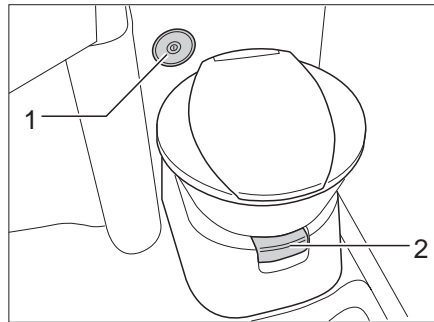
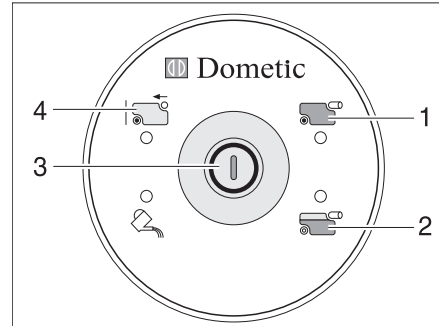

Bild 258 Toilettenschüssel mit Kontroll- und Bedieneinheit
Bild 259 Kontroll- und Bedieneinheit Toilette
Vor der Benutzung der Toilette etwas Wasser in die Toilettenschüssel laufen lassen. Dazu den Spülknopf (Bild 259,3) an der Kontroll- und Bedieneinheit (Bild 258,2) drücken.
- Vor dem Spülen den Schieber der Toilette öffnen. Dazu den Schieberhebel (Bild 258,1) herausziehen.
- Zum Spülen den Spülknopf (Bild 259,3) drücken.
Die Kontroll-Leuchte (Bild 259,2) leuchtet, wenn der Fäkalientank zu 3/4 gefüllt ist.
Die Kontroll-Leuchte (Bild 259,1) leuchtet, wenn der Fäkalientank entleert werden muss.
- Den Schieber öffnen. Dazu den Schieberhebel (Bild 258,1) herausziehen.
- Den Schieberhebel (Bild 258,1) hineindrücken. Der Schieber wird geschlossen. Zum Entleeren **muss** an der Toilette der Schieber geschlossen sein.
- Fäkalientank entnehmen und entleeren, wie in den Abschnitten 12.8.4 und 12.8.5 beschrieben. An der Kontroll- und Bedieneinheit leuchtet die Anzeige "Fäkalientank entnommen" (Bild 259,4).